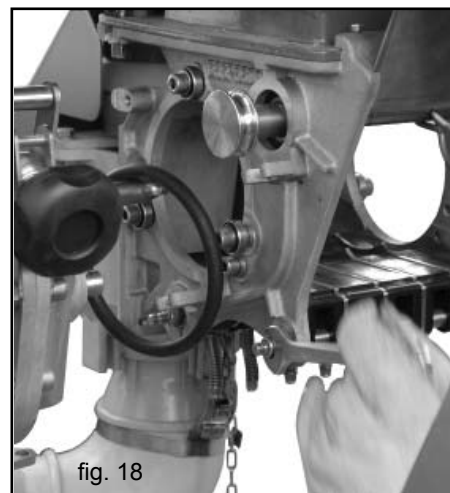

fig. 18
- 1) Zum Ausbau der Bodenklappe mit Schluessel 13mm die 4 Muttern der Achsen (vorne und hinten) (Abb. 18) soweit loesen.